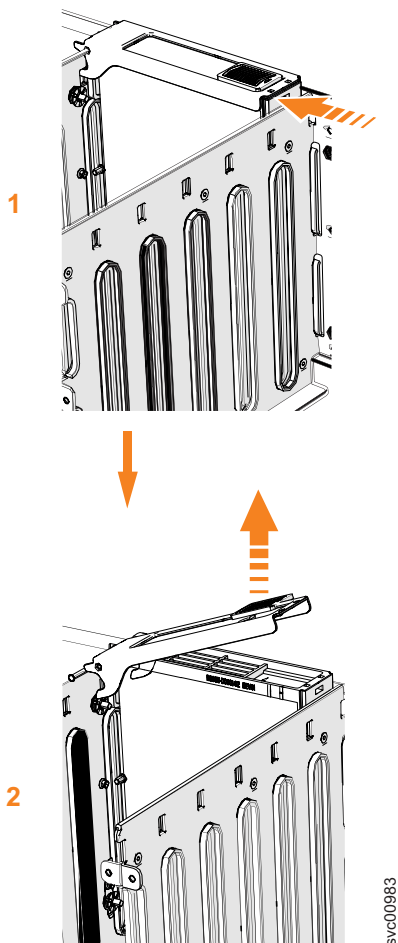

図 94. ドライブ・アセンブリーの取り外し
5. 111 ページの図 94 に示すように、解放ラッチを前方へスライドさせます (**1**)。
6. ハンドルを持ち上げて (2)、ドライブ・キャリアのロックを解除して区画から外します (図 94 を参照)。ラッチの底面の先端が完全に外れていることを確認してください。